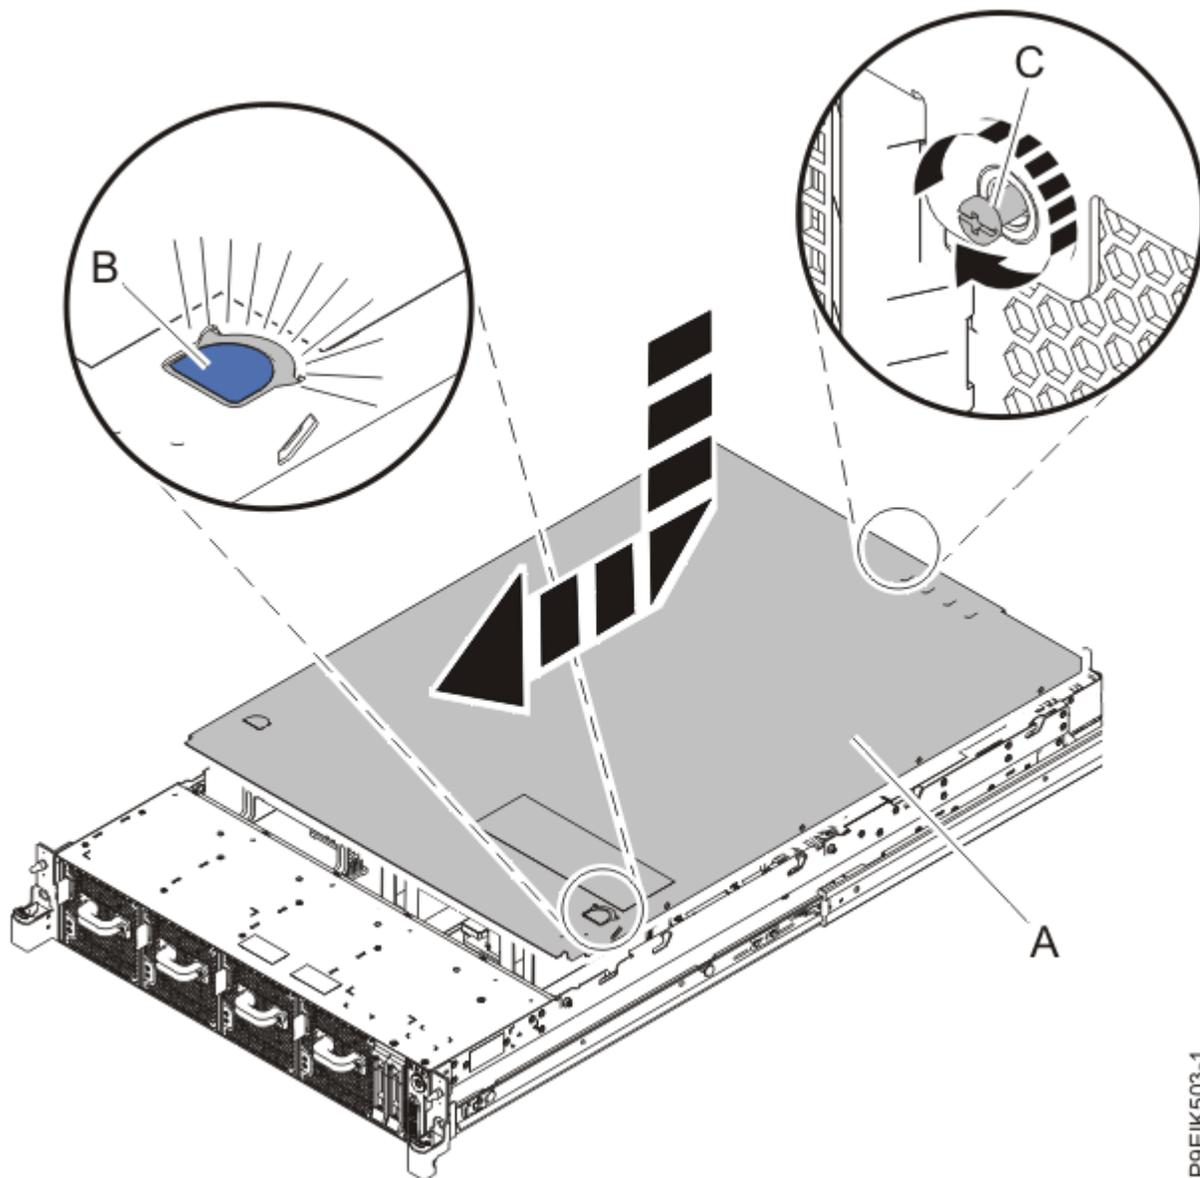

図 198. カバーの取り付け
- カバーの位置合わせピンがシャーシの-slotにそろうように、カバー (A) をシステム装置の上に位置付けます。カバーをシステムの前面側へ、青色のリリース・ラッチ ((B)) が所定の位置にロックされるまでスライドさせます (228 ページの図 198 を参照)。
2. カバーの背面で、カバーのねじ (C) を締めます。